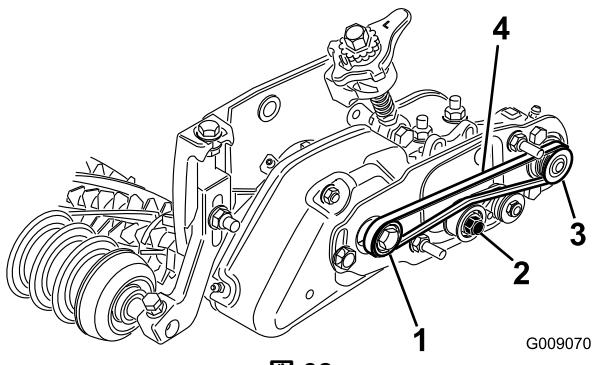

図 32
- 受動ブーリにベルトを回しかけ、次にアイドラブーリに上からベルトを掛ける図 32。
- 駆動プーリを回してベルトを回転させる図 32。